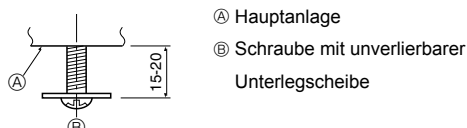

Fig. 9-5
9.4.1. Vorbereitungen (Fig. 9-5)
• Wie in der Abbildung dargestellt, die beiden mitgelieferten Schrauben mit Unterlegscheiben ② in der Hauptanlage (im Bereich des Eckabflußrohres und auf der gegenüberliegenden Ecke) installieren.